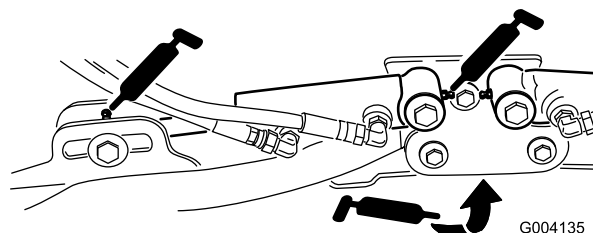

Bild 51
- Hubarmzylinder des Mähwerks (2 Stück) (Bild 51)
- Hubarmgelenke (1 Stück) (Bild 51)